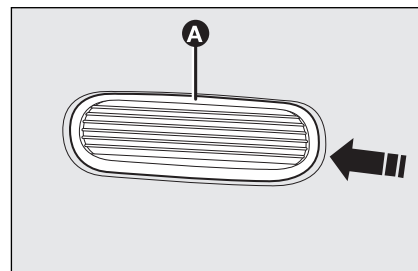

fig. 27
- ☐ spingere il trasparente **A-fig. 27** nel senso di marcia della vettura (è fissato a pressione);